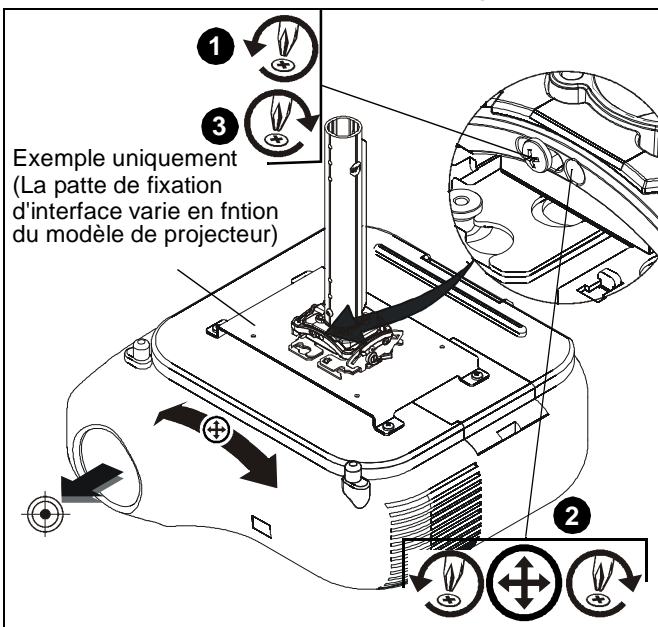

Figure 25
1. Desserrez la vis de blocage du réglage de l'ondulation à l'aide d'un tournevis Phillips 2. (Voir la Figure 25)
2. Tournez la vis de réglage micrométrique de l'ondulation vers la droite ou la gauche à l'aide d'un tournevis Phillips 2 jusqu'à ce que l'image soit correctement alignée sur la cible. (Voir la Figure 25)
3. Resserrez la vis de blocage du réglage de l'ondulation à l'aide d'un tournevis Phillips 2. (Voir la Figure 25)